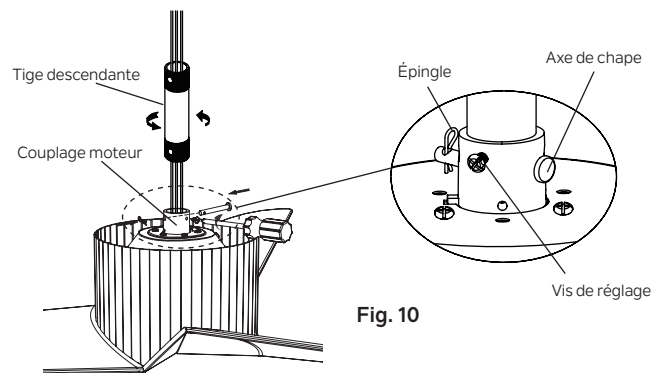

Fig. 10
Étape 4. Faites passer avec précaution les fils du ventilateur et le câble de sécurité à travers la tige descendante. Vissez la tige descendante sur l'accouplement du moteur jusqu'à ce que les trous des broches de la chape soient alignés. Ensuite, remplacez l'axe de chape et l'épingle, puis serrez les deux vis de réglage. (Fig. 10)